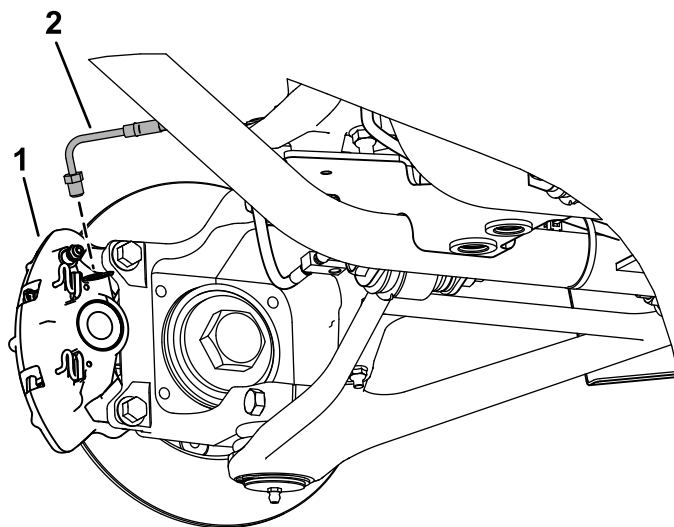

Figura 3
3. Retire as linhas do travão frontal e traseiro do conjunto da maxila do travão (Figura 3).